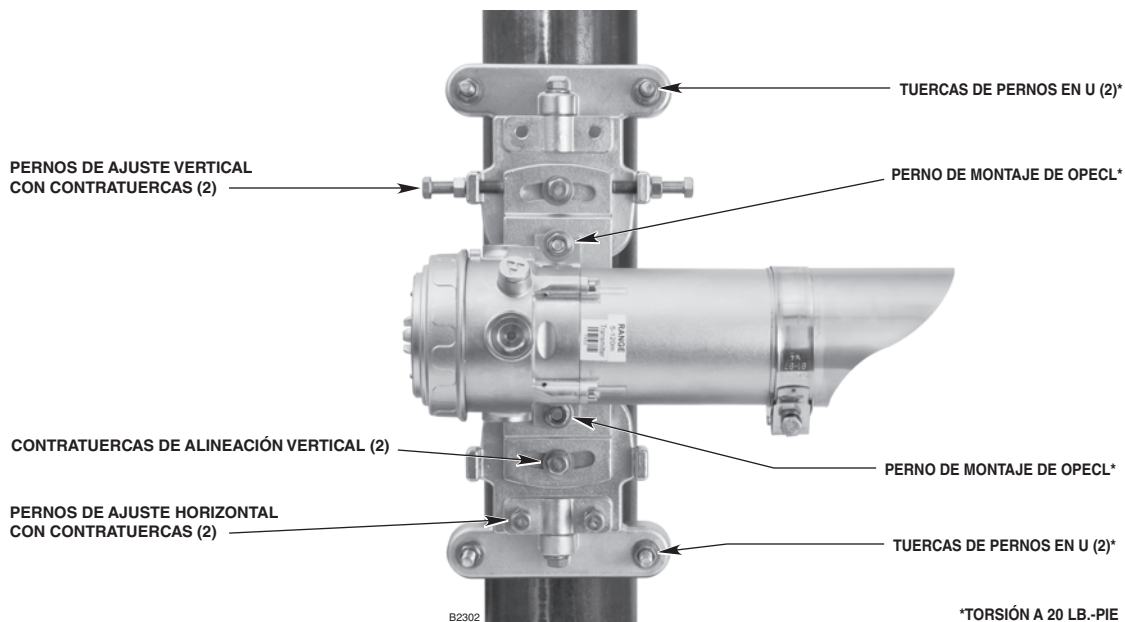

Figura 18: Componentes de montaje y alineación de OPECL (la imagen muestra el módulo transmisor)
3. Afloje las contratueras de los pernos de ajuste de alineación para poder asegurarlos o aflojarlos libremente al definir la alineación. Afloje y después ajuste manualmente las dos contratueras de alineación vertical. Consulte la figura 18. En este punto podrá ajustar la unidad fácilmente en la posición vertical y horizontal sin esfuerzo.